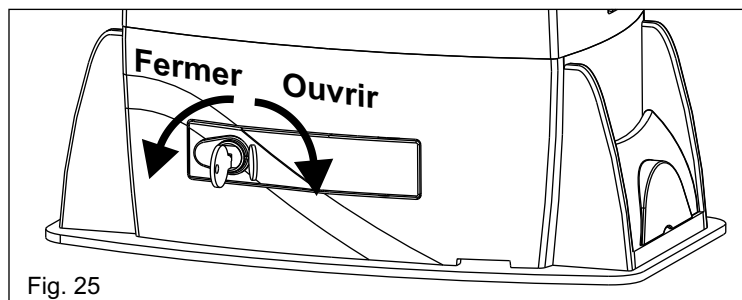

Fig. 25
- Ouvrir le couvercle de la serrure, insérer la clef et la tourner dans le sens des aiguilles d'une montre de 90° (Fig. 25)